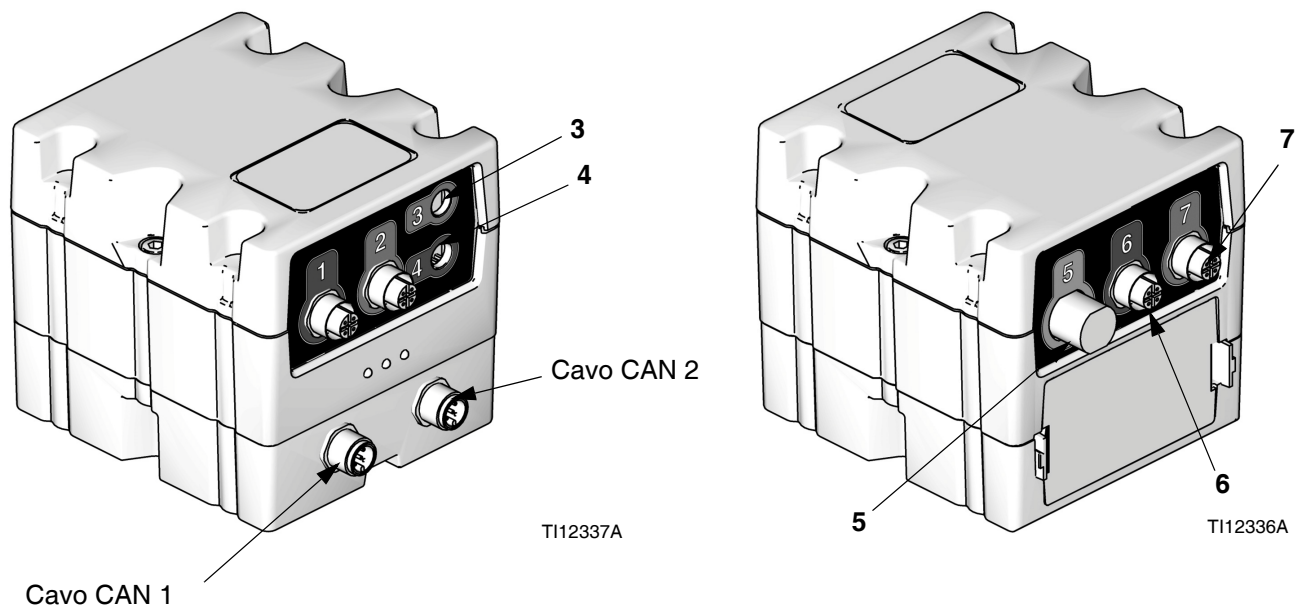

Fig. 7: Collegamenti del sensore FCM
- Modulo di controllo del fluido (K). Vedere la FIG. 7 a pagina 13.
3. Sostituire il cavo esistente tra il sensore di svuotamento (EE) e il connettore FCM (vedere la FIG. 7, pagina 13) con il cavo del separatore del sensore di svuotamento/livello basso.